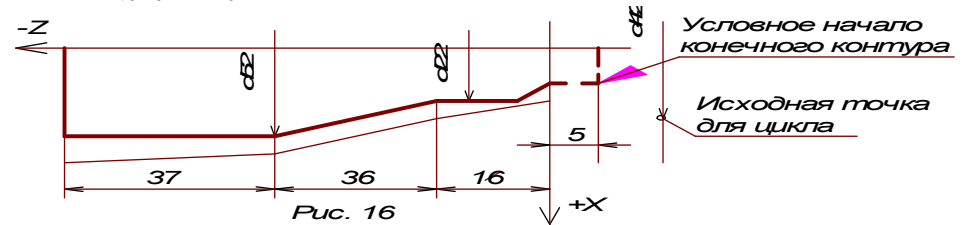

Рис. 16
**4.14.13.** ПРИМЕР ПРОГРАММЫ С ПРИМЕНЕНИЕМ ЦИКЛА **L09** К ЧЕРТЕЖУ ДЕТАЛИ (РИС.16). МАКСИМАЛЬНОЕ ОТКЛОНЕНИЕ ЗАГОТОВКИ ОТ ГОТОВОЙ ДЕТАЛИ СОСТАВЛЯЕТ **5мм** ПО ТОРЦУ И **12мм** ПО ДИАМЕТРУ, ПОЭТОМУ ПЕРЕД ЦИКЛОМ ИНСТРУМЕНТ НЕОБХОДИМО ВВЕСТИ В ТОЧКУ С КООРДИНАТАМИ **Z 5 (0+5=5), X42 (22+4X5=42)**, ТАК КАК **5>12:4**.
ЕСЛИ В ДЕТАЛИ ПО РИС. 16 НЕОБХОДИМО СДЕЛАТЬ ФАСКУ В НАЧАЛЕ РАЗМЕРОМ 2X2 мм, ТО ПРОГРАММА БУДЕТ СЛЕДУЮЩЕЙ: